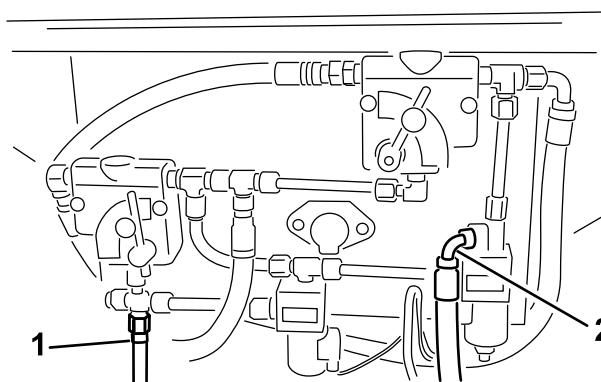
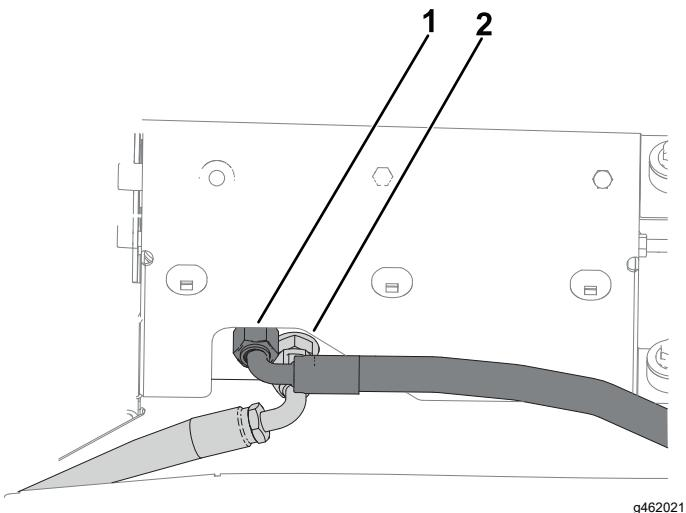
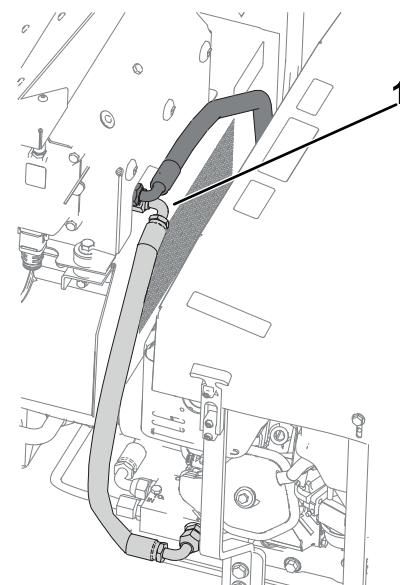
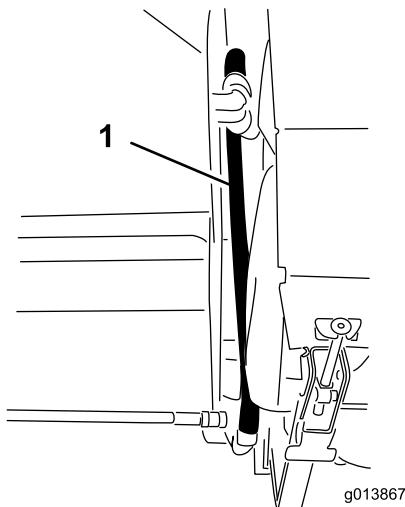

Figura 14
Figura 15
Figura 17
Figura 16
11. Identifique as ligações de pressão e retorno no modelo base da máquina. Consulte a Figura 14 para as versões SH e Figura 15 para as versões EH.
12. Se os tubos de pressão e retorno tiverem sido devidamente instalados nos locais indicados na Figura 14 e Figura 15, remova-os.
13. Ligue os tubos hidráulicos ao painel de controlo hidráulico. Consulte Figura 14 e Figura 16 sobre as versões SH e Figura 15 e Figura 17 sobre as versões EH.